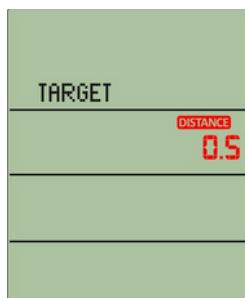

Figura 42
- a. Al presionar el botón TARGET DISTANCE, se accede a este modo. La matriz mostrará "TARGET" iluminado constantemente (Figura 42).